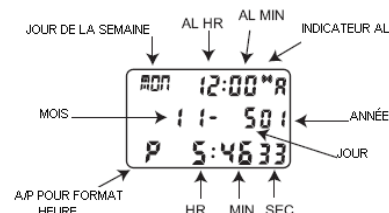

Fig. 24
1. Appuyer sur la touche **C** pour accéder au mode heure (fig.24).